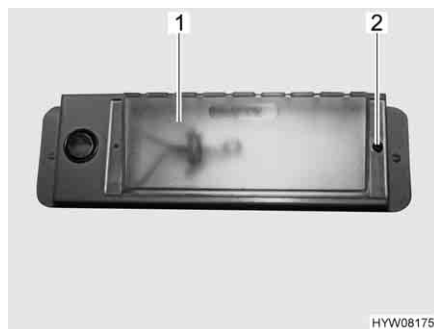

Fig. 216 Lampada del garage
- Svitare la vite di fissaggio (Fig. 216,2).
- Spostare e rimuovere la copertura (Fig. 216,1).